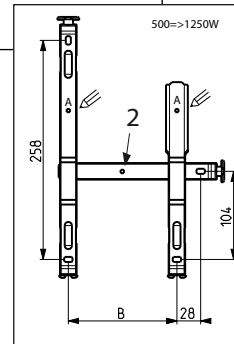

Figure 3b
- 2- Utiliser le dossier comme gabarit de marquage en le déposant au sol contre le mur. Pointer les trous du dossier (Rep. A Figure 3b&c) pour marquer les fixations inférieures.